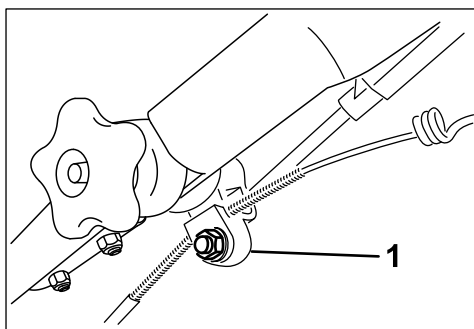

Figure 42
1. Desserrez l'écrou sur le support du câble (Figure 42).